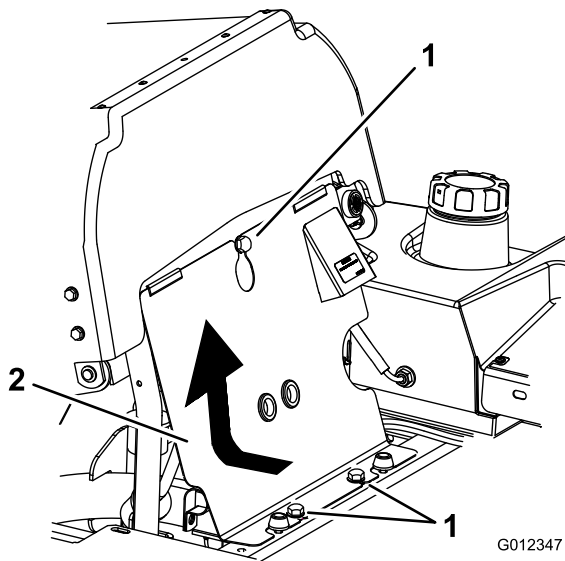

Figura 37
1. Inclíne el asiento hacia adelante, afloje los pernos que sujetan el panel delantero del motor y retire el panel (Figura 37).